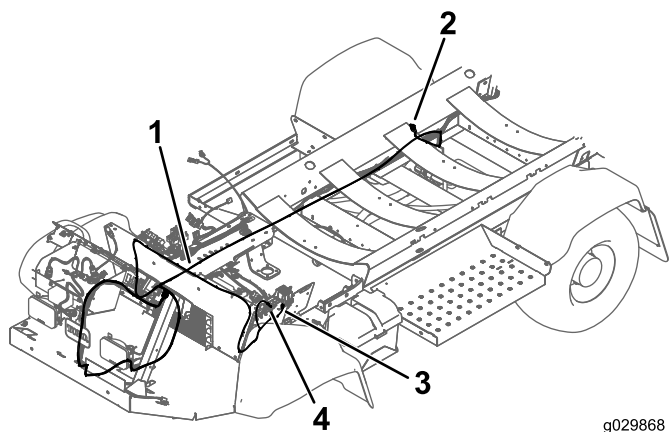

Figura 3
3. Enrute el extremo más largo del arnés de cables del velocímetro por el lado derecho de la máquina, siguiendo el arnés de cables principal de la máquina, hasta la rueda trasera derecha (Figura 3).
7. Enrute el otro extremo del arnés de cables hasta el bloque de fusibles, debajo del asiento izquierdo (Figura 3).